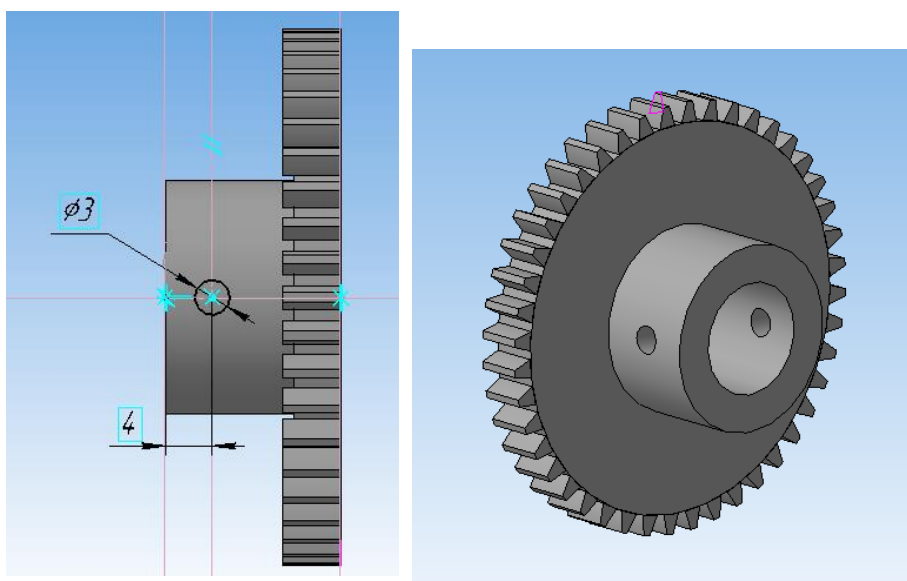

Рисунок 108.
9. Выберите команду «*Вырезать выдавливанием*» и вырежьте в двух направлениях с параметром «*Через все*». Получается сразу два отверстия (рисунок 108).